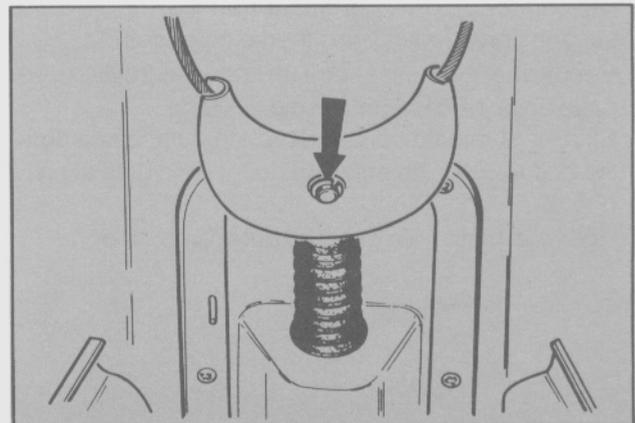

Fig. 5. Anillo de retención del perno horquilla - cable freno de estacionamiento
- Desconectar la horquilla del cable de freno de estacionamiento retirando el perno y el anillo de retención correspondiente (Fig. 5).